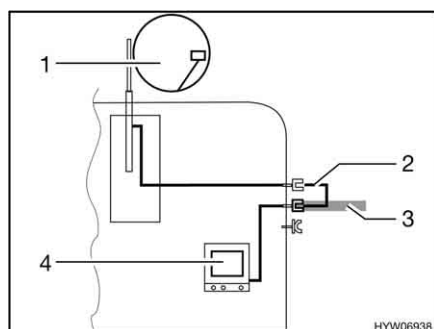

Bild 128 TV i fordonet
- TV i fordonet (Bild 128,4): Anslutning till takantenn (Bild 128,1) med anslutningskabel (Bild 128,2)
- TV i fordonet (Bild 128,4): Anslutning till extern antenn (Bild 128,3)